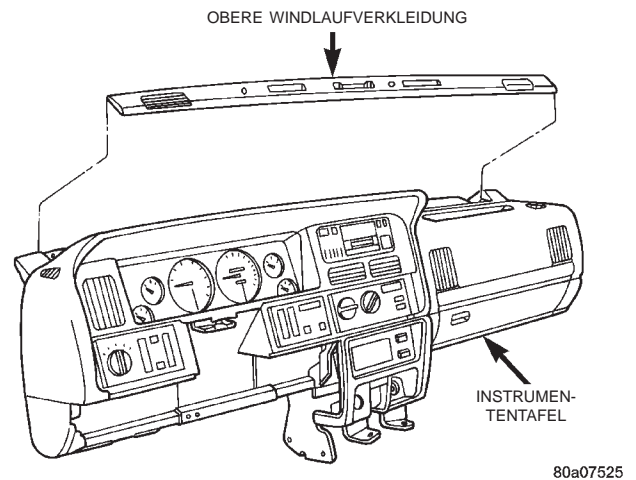

Abb. 14 Obere Windlaufverkleidung oben aus- und einbauen
- (1) Batterie-Minuskabel abklemmen und elektrisch isolieren.
- (2) Mit einem Hartkunststoffstab oder einem ähnlichen geeigneten Werkzeug mit breiter, flacher Klinge die obere Windlaufverkleidung vorsichtig von der oberen Abdeckung der Instrumententafel abhebeln (Abb. 14).